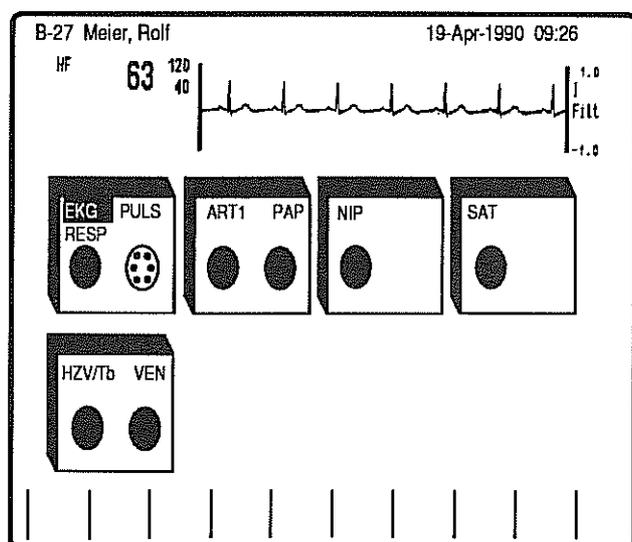

Bild 7
- * Befindet sich die Modulbox nicht beim Gerät, so können Sie dazu auch die Taste **Set up** am Monitor drücken. Es erscheint dann ein Bild der Modulbox mit den angeschlossenen Signalleitungen (Bild 7).